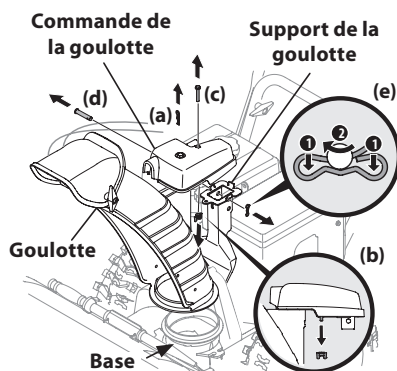

Figure 2-35
1. Retirez la goupille fendue (a), l'écrou à oreilles (b) et la vis hex. (c) qui se trouvent sur la commande de la goulotte. Retirez l'axe de chape (d) et la goupille papillon (e) du support de la goulotte. Voir Figure 2-35.